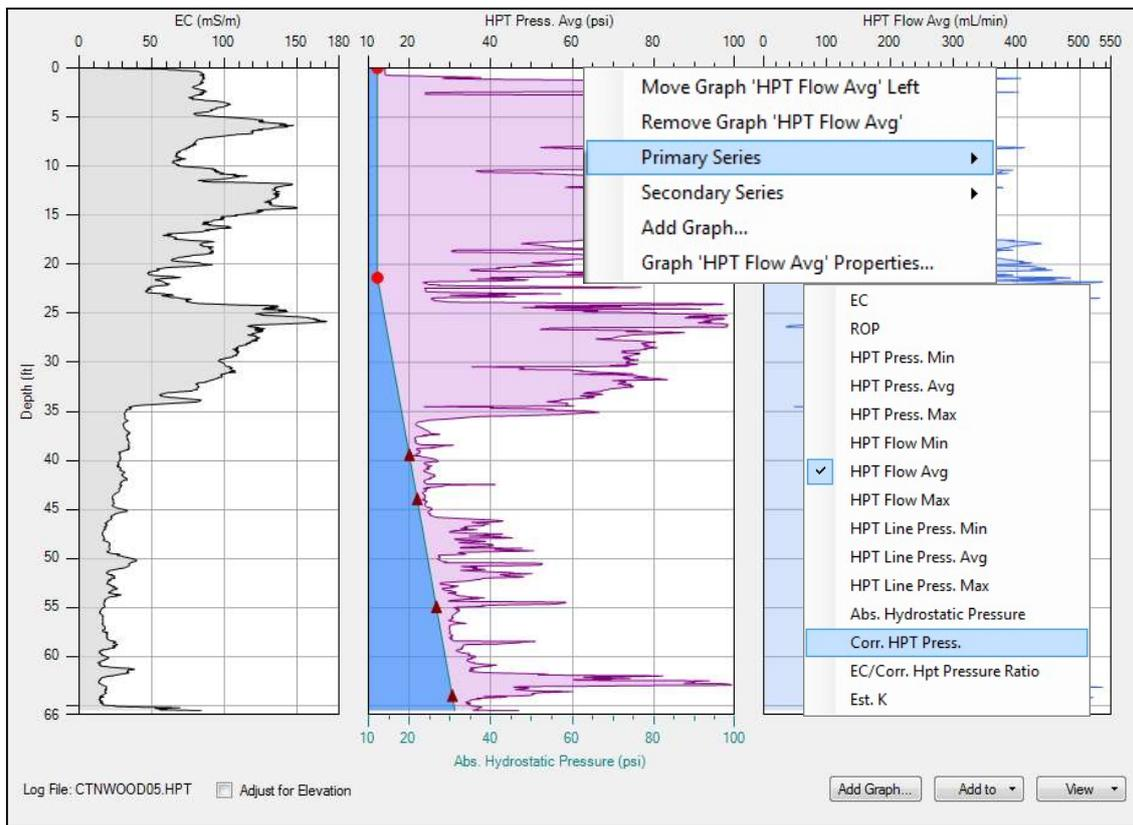

Figure 20 : Profil HPT avec la ligne de pression hydrostatique absolue (remplie en bleu) superposée au profil de pression HPT.
Lorsque la deuxième sélection est effectuée le profil sera mis à jour et la ligne de pression hydrostatique absolue apparaîtra sur le graphe de la pression HPT (Figure 20).
1. Cliquez-droit sur un graphe et sélectionnez l'option *Primary Series* (Figure 20).